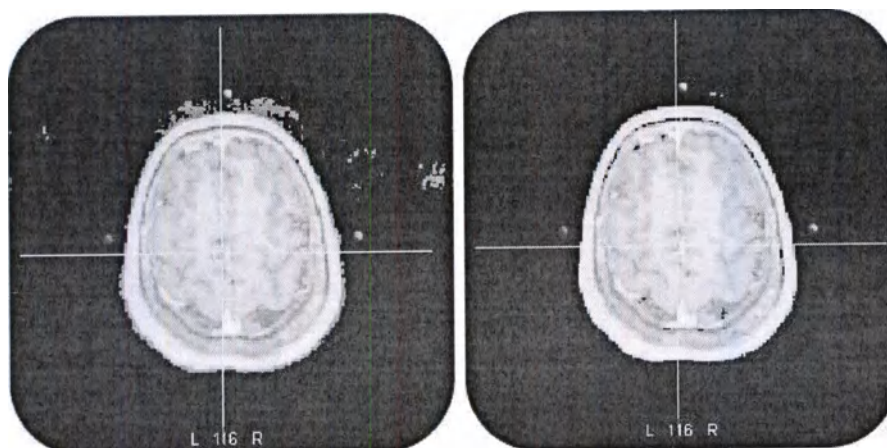

Рис. 9. СЕГМЕНТАЦИЯ СКАЛЬПА. СЛЕВА: ПОРОГОВЫЕ ЗНАЧЕНИЯ НЕВЕРНЫ, ВИДНЫ НЕБОЛЬШИЕ ПОМЕХИ ВОКРУГ ИЗОБРАЖЕНИЯ ГОЛОВЫ. СПРАВА: ВЕРНО ОПРЕДЕЛЕННЫЕ ПОРОГОВЫЕ ЗНАЧЕНИЯ.
- Выберите нижний порог интенсивности для сегментации скальпа. Воксели, которые будут классифицированы как принадлежащие скальпу согласно выбранным пороговым значениям, окрасятся в желтый цвет. Если нижний порог интенсивности вокселей слишком мал, появятся небольшие помехи в изображении головы и рядом с ней (Рис. 9).